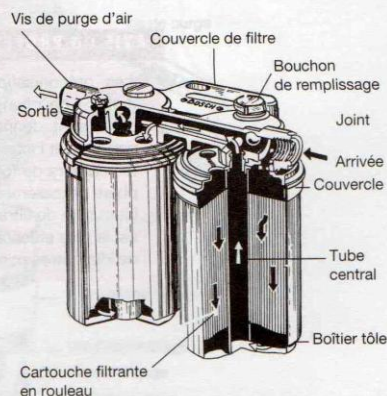

Figure 20.3. Coupe d'un filtre-box à deux étages
- *filtre double en « série »* (fig. 20.3, 20.4a et 20.5) : les deux éléments ne sont pas identiques et, dans le sens d'arrivée du combustible, le premier élément (en feutre ou similaire) filtre les impuretés moyennes et retient les particules d'eau. Ensuite, le combustible déjà épuré traverse le deuxième élément, appelé « filtre fin », où il subit une épuration très poussée ;